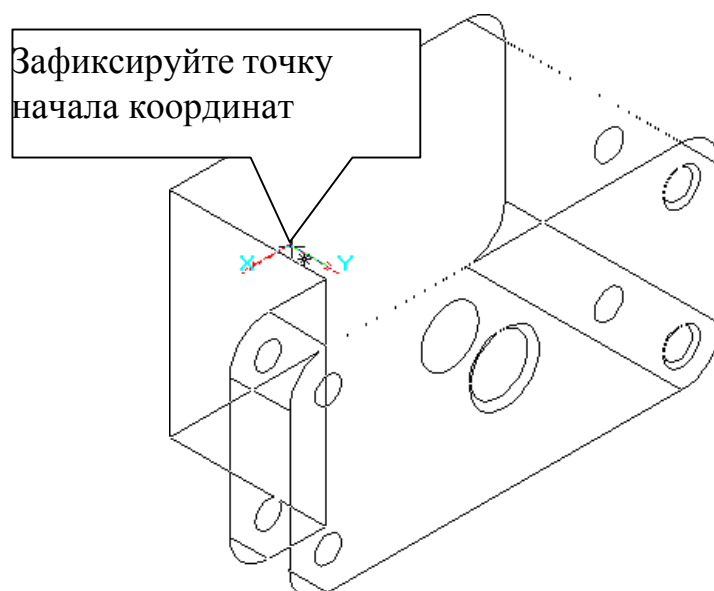

Рис. 7
1) Нажмите кнопку **Добавить из файла**  на панели **Редактирование сборки**  и откройте модель «Основание». Подведите курсором фантом модели к началу координат и зафиксируйте ее положение в точке начала координат (при этом курсор должен находиться в режиме указания вершины +*), рис. 7. Установите ориентацию **XYZ**. Нажмите кнопку **Полутоновое отображение** .